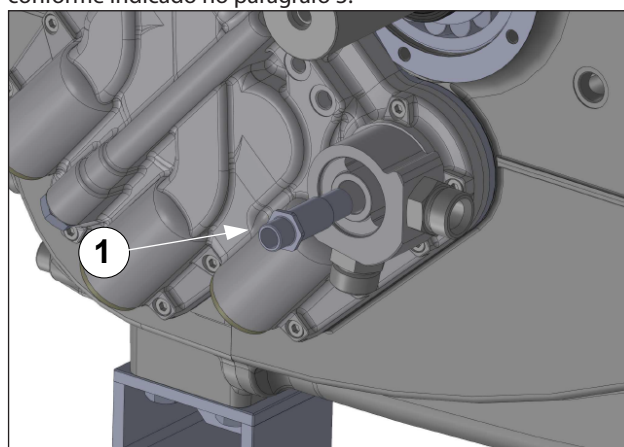

Fig. 130
Instale o conjunto do adaptador do resfriador de ar/óleo (pos. ①, Fig. 130) e calibre os parafusos com chave dinamométrica, conforme indicado no parágrafo 3.